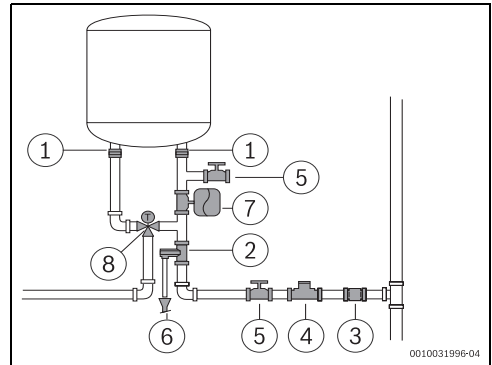

Fig. 14
- Il est recommandé d'installer un robinet thermostatique (Fig. 14, [8]) sur le tube de sortie de l'appareil si des tubes PEX sont utilisés. Il doit être réglé pour correspondre aux performances du matériel utilisé.
- ▶ Ne jamais installer d'accessoires (autres que ceux indiqués dans la fig. 14) entre la soupape de sécurité et l'entrée d'eau froide sanitaire (côté droit) de l'appareil.
- ▶ installer un réducteur de pression (Fig. 14, [4]). La soupape de sécurité se déclenche lorsque la pression d'eau dans l'appareil est supérieure à 8 bars (± 1 bar), et il est donc nécessaire de prévoir un moyen d'évacuer cette eau.
- ▶ installer un vase d'expansion (Fig. 14, [7]) pour empêcher l'ouverture trop fréquente de la soupape de sécurité. Le volume du vase d'expansion doit être équivalent à 5 % du volume de l'appareil.